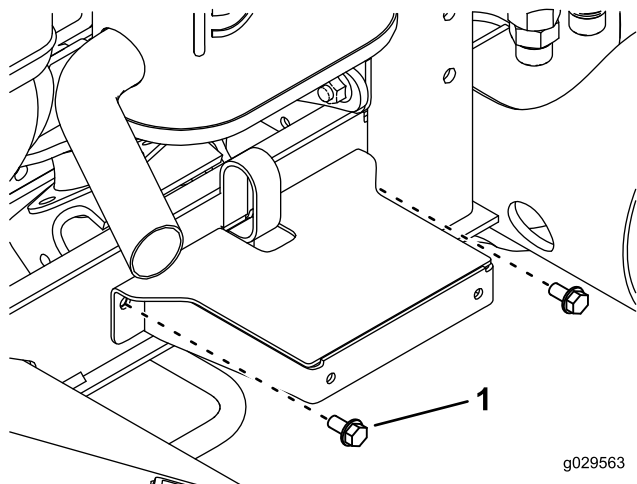

Bild 6
9. Befestigen Sie die Kotflügelbefestigung mit 2 gewindefurchenden Schrauben (5/16" x 5/8") durch die neu gebohrten Löcher am Rahmenkanal, wie in Bild Bild 6 gezeigt.